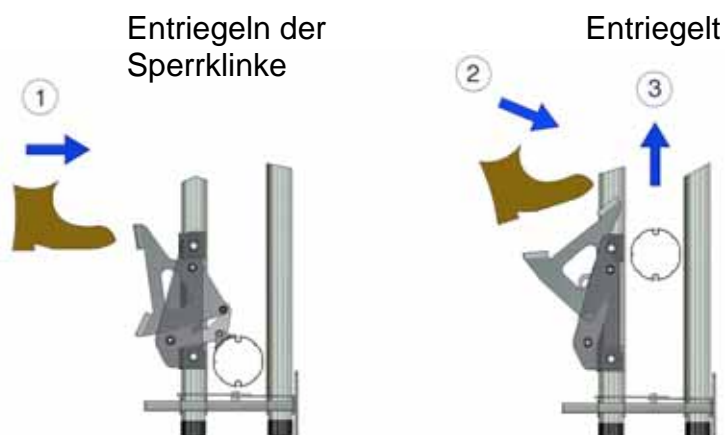

Abbildung 29: Entriegeln des Vorhangs
- 8.3 Um die Sperrklinke zu lösen, oberes Pedal treten, um das Material zu entspannen, und dann weiter drücken, bis das Pedal in der Arretierung einrastet und offen bleibt, siehe Abbildung 29.